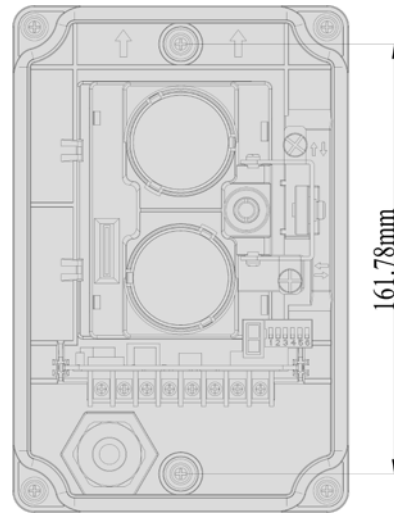

Figura 5: Detector lineal
4. Fije la base del detector al soporte con dos tornillos estándar M4x12x10. Consulte la figura 5.